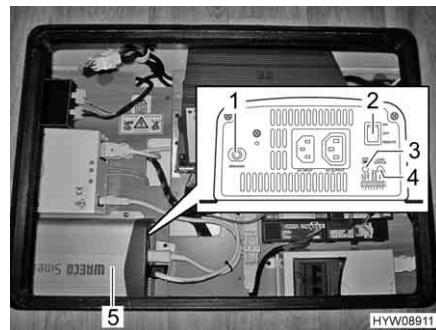

Fig. 81 Invertitore
- Posizionare l'interruttore principale (Fig. 81,2) su "ON". Il LED campo tensione di entrata (Fig. 81,3) si illumina di verde.
- Posizionare l'interruttore principale (Fig. 81,2) su "REMOTE". Il comando tramite interruttore di telecomando è abilitato.
- Posizionare l'interruttore principale (Fig. 81,2) su "OFF". Il LED campo tensione di entrata (Fig. 81,3) si spegne.